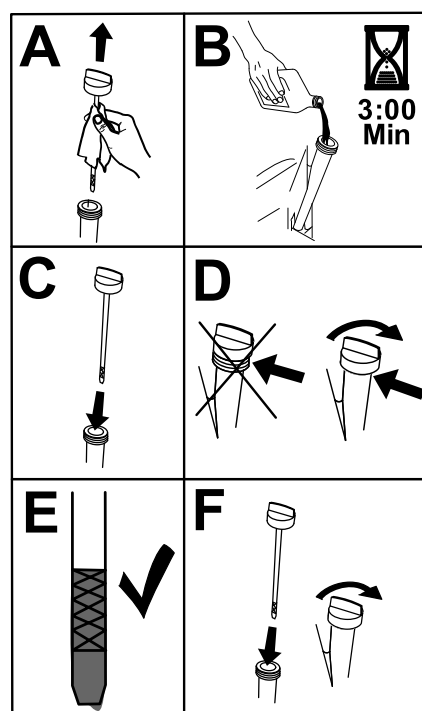

Figura 37
6. Vierta lentamente un 80% aproximadamente del aceite especificado por el tubo de llenado, luego añada lentamente el resto del aceite hasta que llegue a la marca de Lleno (Figura 37).